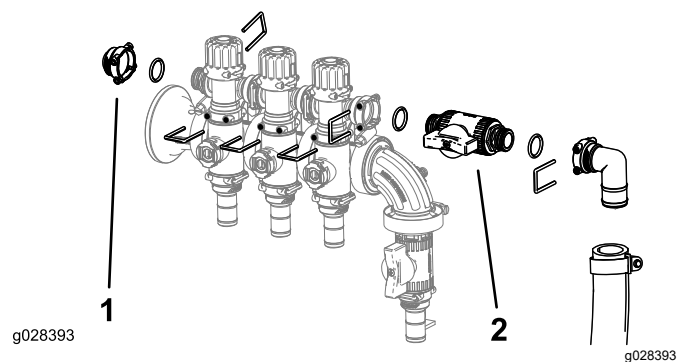

Figura 6
5. Instalezi ansamblul de reglare a bypass-ului, capatul tip mamă, inelele de etanare, ventilul de închidere i ansamblul cu fitting i furtun folosind opritoarele îndepărtate anterior conform indicațiilor din Figura 6.